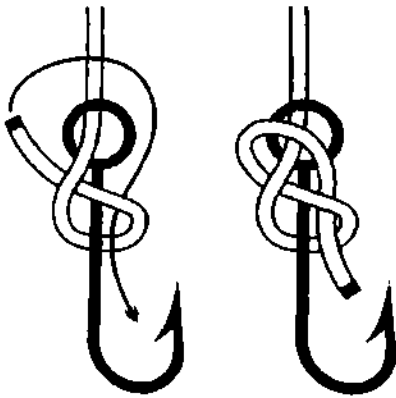

Рис. 730. Канадская восьмёрка.
*Канадская восьмёрка* легко и быстро вяжется, хорошо держит на леске и маленькая по размеру (рис. 730). *Канадской восьмёркой* можно привязывать и крючки и мормышки, так как узел быстро вяжется, и даже на морозе руки не успевают замёрзнуть.